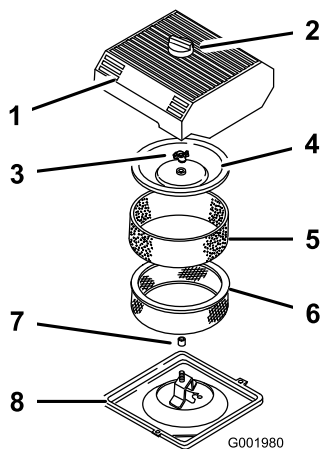

Figura 42
3. Para evitar qualquer dano, limpe à volta do filtro de ar para impedir a entrada de impurezas para o interior do motor (Figura 42).
4. Desaperte o botão existente na parte superior do filtro de ar e retire a cobertura (Figura 42).
5. Retire cuidadosamente o filtro de esponja, passando pelo filtro de papel (Figura 42).
6. Desaparafuse a porca da cobertura e retire a cobertura e o filtro de papel (Figura 42).
1. Coloque cuidadosamente o filtro de esponja, passando pelo filtro de papel (Figura 42).
3. Coloque a porca da cobertura e aperte contra a cobertura (Figura 42).
4. Coloque a cobertura do filtro de ar e o botão (Figura 42).